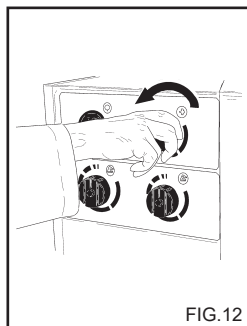

FIG.12
Dit hoofdstuk betreft uitsluitend modellen voorzien van een drukregelaar. De drukregelaar (fig. 12) zorgt voor het regelen van de werkdruk. Door de knop C linksom (B) (minimum) te draaien, wordt een vermindering van de bedrijfsdruk verkregen.